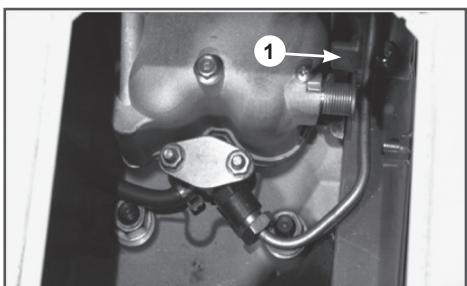

Рис. 13 Рычаг декомпрессора
8. Нажмите вниз рычаг декомпрессора (Рис. 13 п. 1) и, при нажатом вниз рычаге декомпрессора, прокручивайте двигатель электростартером, до тех пор, пока из ослабленного соединения штуцера насоса и трубы высокого давления топливо не начнёт выходить без пузырьков воздуха. При возникновении трудностей выполните данную операцию с помощником.